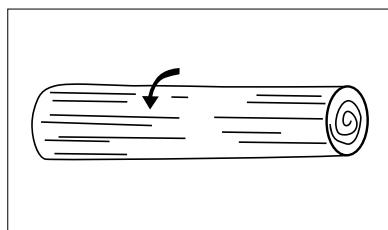

Fig. 20
1. Si el tronco está apoyado en toda su longitud, guíe la motosierra de arriba hacia abajo y al mismo tiempo asegúrese de que la cadena no golpee el suelo (fig. 20).